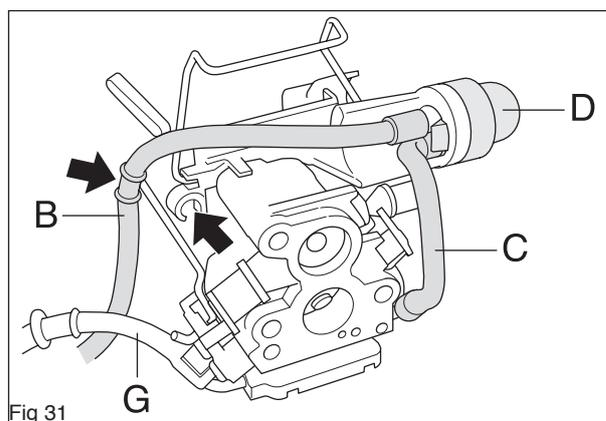

Fig 31
4. Retirer le tuyau de retour (B) et le tuyau d'aspiration (C). Retirer la pompe de carburant (D). Laisser le tuyau de carburant (G) en place (voir la figure 31).